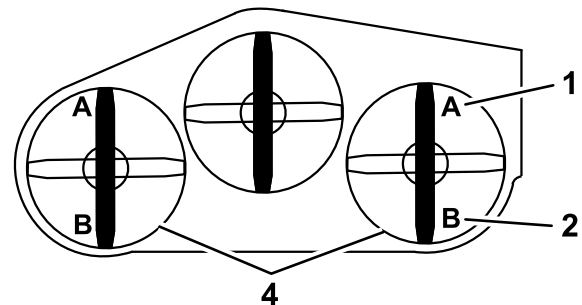

Bild 84
9. Messen Sie an beiden Seiten des Mähwerks den Abstand von der ebenen Fläche bis zur vorderen Messerspitze (Stellung A). Der Wert muss mindestens 7,6 cm betragen (Bild 84).
15. Messen Sie an beiden Seiten des Mähwerks den Abstand von der ebenen Fläche bis zur hinteren Messerspitze (Stellung B). Der Wert muss mindestens 8,3 cm betragen (Bild 84).